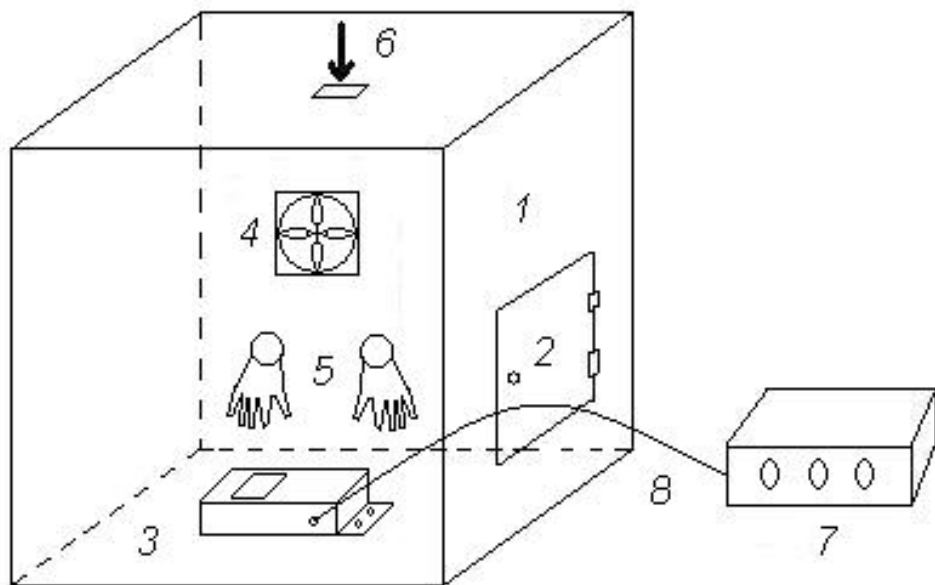

рис. 3. Схема газовой камеры КГ-100 для проверки стационарных ГС серии ИГС-98.
3.9.2. Для этого собирают установку, изображенную на рис. 3. Прибор помещается полностью в камеру через герметичный люк. Люк должен иметь возможность прохода через него провода питания или соединительного кабеля датчика. В камере из прозрачного материала находится вентилятор для перемешивания воздуха, ввод для микродозатора жидкой пробы вещества и две герметичные рукавицы для работы с прибором в камере при настройке.